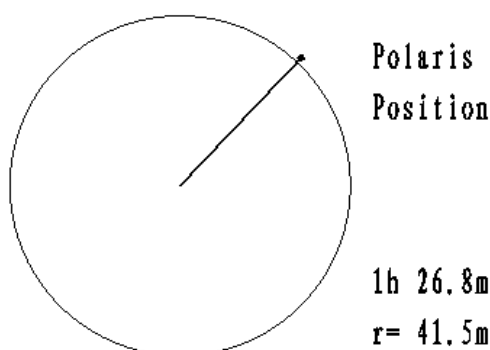

图9
5. 在控制手柄显示屏右上角显示“GPS OK”后，屏幕显示北极星（小熊 α ）在极轴镜分划板中的位置（已做大气蒙差修正）和参数(图 9)，（也可按控制手柄“MENU”键，选“Align”菜单中的“Polaris Align”项）。例如：时间 2010 年 5 月 30 日 20:00:00 地点（波士顿）西经 $71^{\circ} 08' 50''$ 北纬 $42^{\circ} 30' 32''$ 300min behind UT，北极星的位置参数是 1h 26.8m 和 41.5m。在南半球屏幕显示 sigma 南极星）